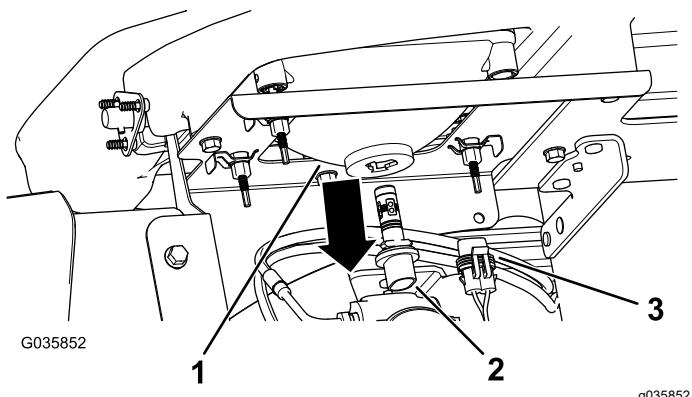

Figure 44
- Débranchez le connecteur électrique de faisceau du connecteur de la lampe situé au dos du boîtier du phare (Figure 44).
- Tournez l'ampoule d'un quart de tour dans le sens antihoraire et tirez-la en arrière hors du boîtier (Figure 44).
- Insérez l'ampoule neuve dans le boîtier du phare et alignez les languettes sur les fentes du boîtier (Figure 44).
- Fixez l'ampoule en place en la tournant d'un quart de tour dans le sens horaire (Figure 44).
- Branchez le connecteur électrique de faisceau sur le connecteur de l'ampoule neuve (Figure 44).